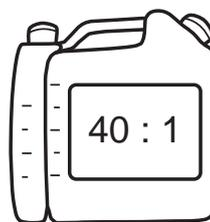

Fig. 13
- > Mélanger une essence ordinaire sans plomb et une huile pour moteur de bonne qualité dans le bidon à mélange fourni [22] (Fig. 13).